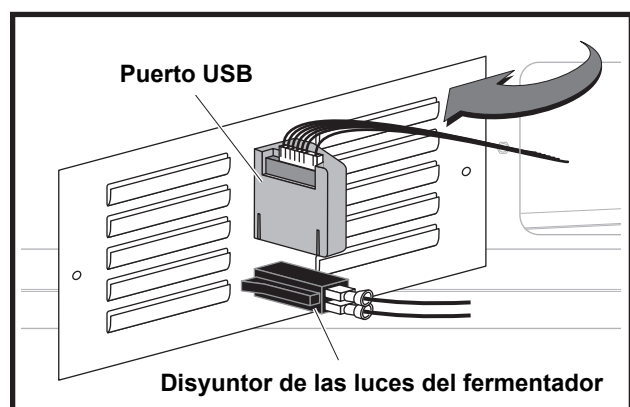

Figura 18: Disyuntor de las luces del fermentador y puerto USB
3. Consulte la figura 18 y desenchufe el arnés de cables al puerto USB.